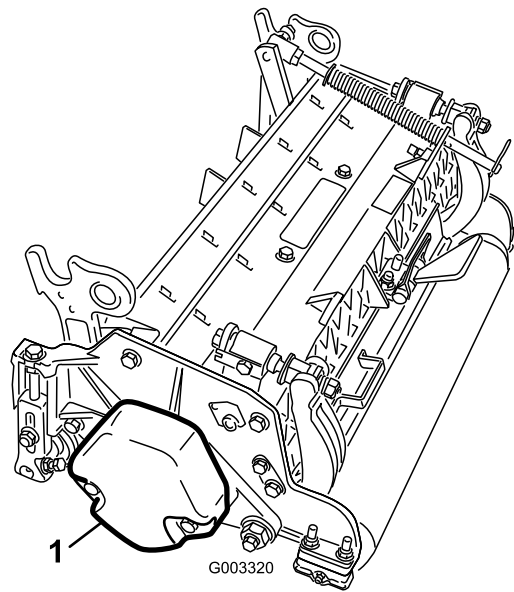

Figure 3
4. Veillez à monter le contrepoids (Figure 3) du bon côté du plateau de coupe, comme expliqué dans le *Manuel de l'utilisateur* du plateau de coupe.